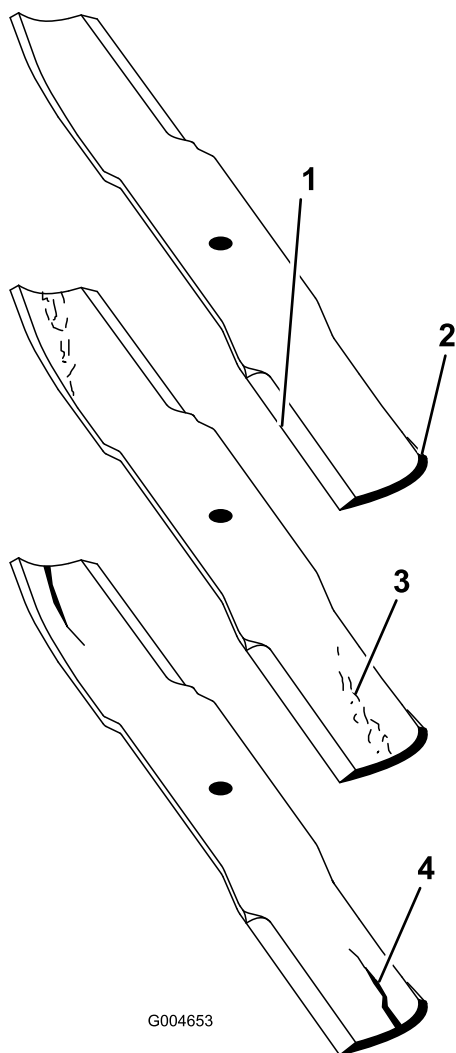

Figura 117
2. Examine cuidadosamente los extremos de corte de la cuchilla, sobre todo en el punto de reunión entre la parte plana y la parte curva de la cuchilla (Figura 117).
Nota: Puesto que la arena y cualquier material abrasivo pueden desgastar el metal que conecta las partes curva y plana de la cuchilla, compruebe la cuchilla antes de utilizar el cortacésped. Si se aprecia desgaste (Figura 117), cambie la cuchilla.